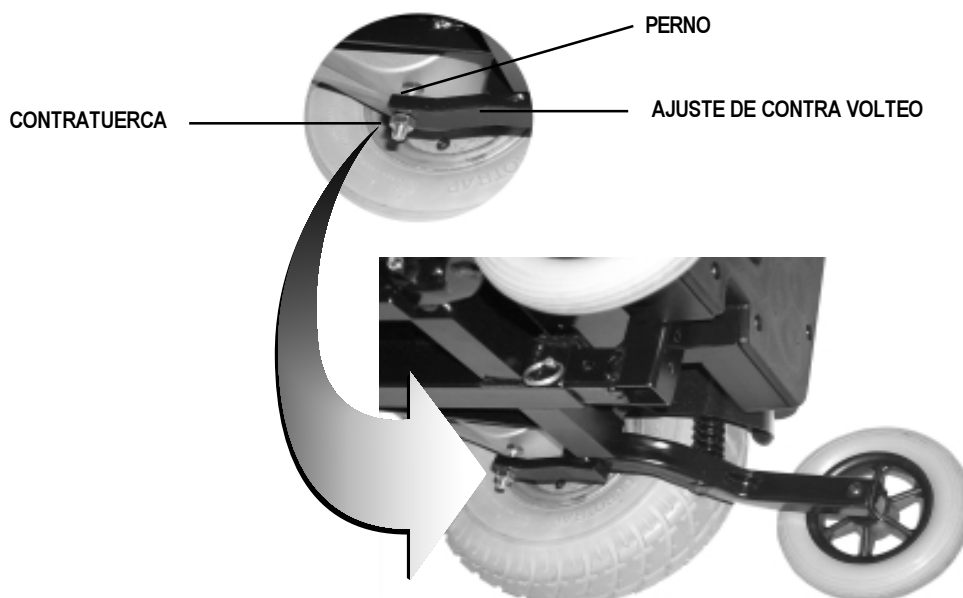

Figura 15. Ajuste de Altura de Contra volteo
2. Localize la contratuerca y perno con cabeza hexadecimal en el montaje de contra volteo. Mire la figura 15.